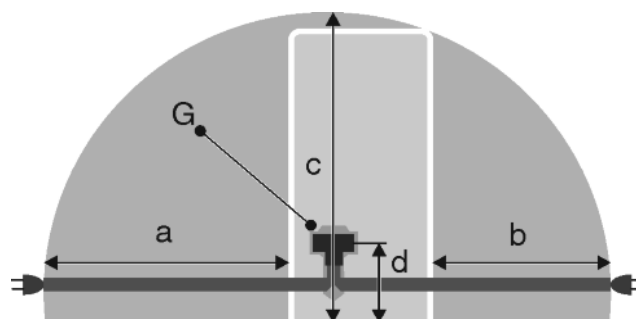

Fig. 51
- La prise de courant est en dehors de la zone postérieure de l'appareil dans la zone concernée. *Fig. 51 (a, b, c)*
- ▶ Introduire la la fiche de l'appareil *Fig. 51 (G)* au dos de l'appareil. Veiller à ce qu'elle s'introduise correctement.